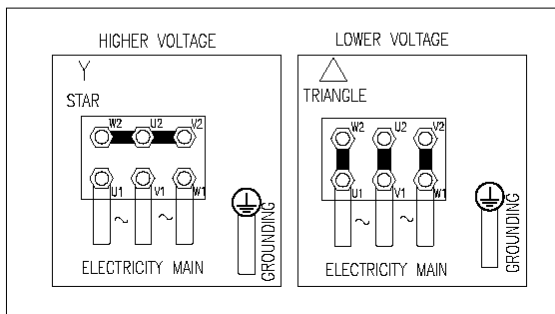

图 3 立式振动电机接线图
1、您可以按我公司立式振动电机的铭牌上或接线盒盖板背面发现图 3 接线图，按接线图接线。